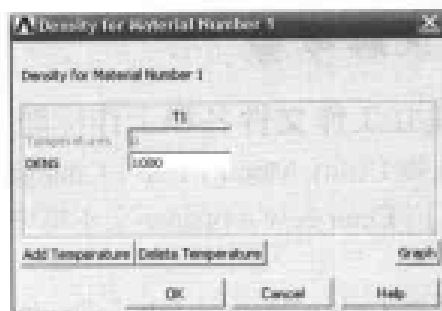

图 12-5 定义材料密度对话框
(3) 在 Material Models Available 列表框中双击 Density 按钮, 出现 Density for Material Number 1 对话框, 在文本框中输入密度 1000, 如图 12-5 所示, 单击 OK 按钮关闭该对话框。